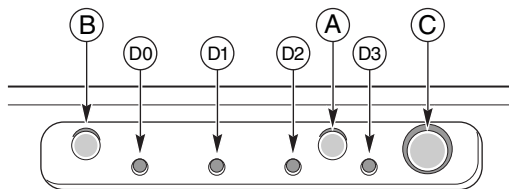

Figura 2 Pulsanti di controllo e indicatori del pannello frontale
I seguenti pulsanti di controllo e indicatori del pannello frontale sono illustrati in Figura 2.
6. Se il server non si accende quando lo si collega alla presa AC, premere il pulsante di accensione sul pannello frontale (vedere anche Figura 2 a pagina 36).
7. Verificare che il LED di alimentazione nel pannello frontale sia acceso (vedere Figura 2 a pagina 36). Dopo pochi secondi inizia il test automatico all'avvio (POST, power-on self test).
6. Se si desidera avviare il sistema da un disco rigido caricato con un sistema operativo, accertarsi che il disco rigido sia installato e premere il pulsante di ripristino sul pannello frontale (vedere anche Figura 2 a pagina 36).